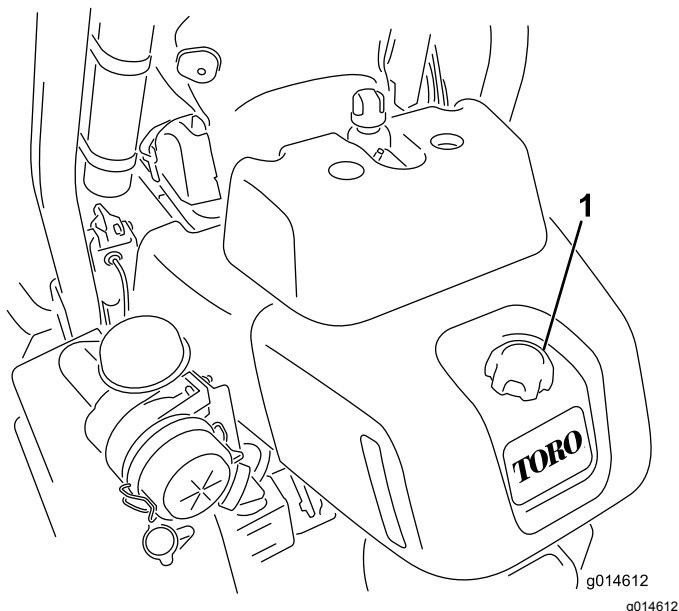

Bild 29
1. **Reinigen Sie den Bereich um den Tankdeckel (Bild 29).**